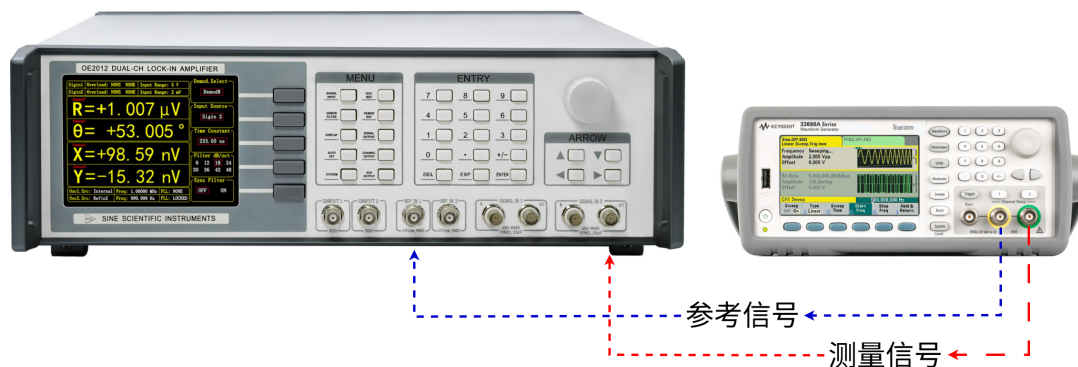

图 100. 信号线连接图
2. 用一条带 BNC 接头的信号线连接函数信号发生器的输出接口和 OE2012 前面板 SIGNAL IN 1 的 IN+ 接口，用另一条带 BNC 接头的信号线连接函数信号发生器的参考信号接口和前面板的 REF IN 1 接口，如图100所示：